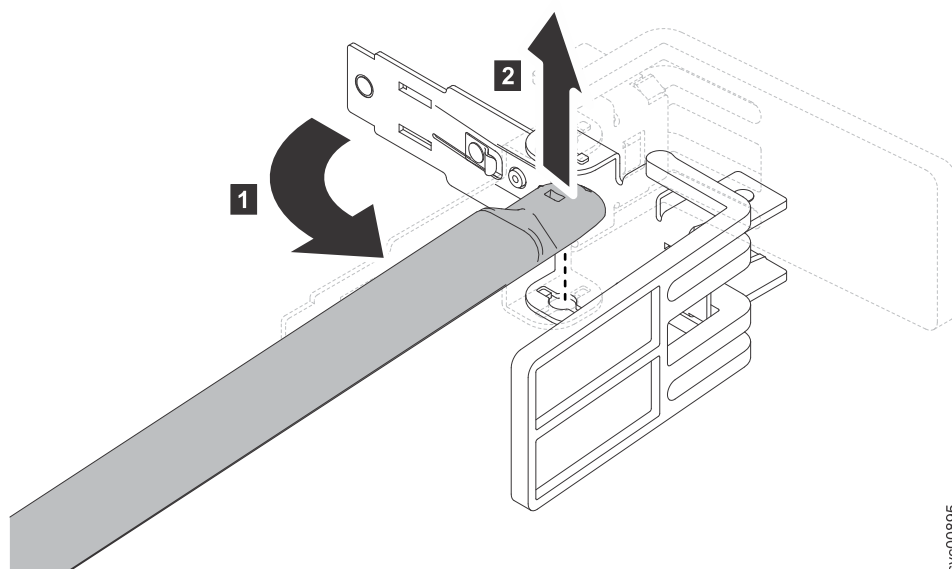

図 13. ケーブル・マネジメント・サポート・アームの停止金具からの切り離し
8. 図 13 に示すように、サポート・アームのもう一方の端を停止金具から切り離します。